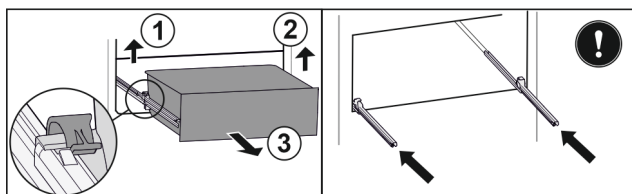

Fig. 127
- 提起左侧夹子，同时将抽屉左侧向前拉。 Fig. 127 (1)
- 提起右侧夹子，同时将抽屉右侧向前拉。 Fig. 127 (2)
- 朝前取出抽屉。 Fig. 127 (3)